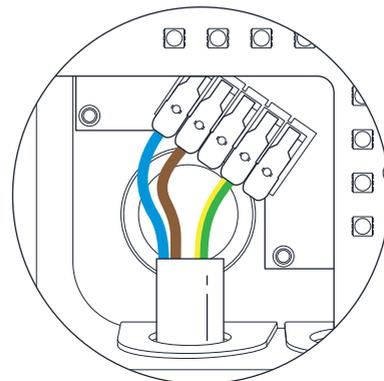

Fig. 8 - La séquence des fils du câble d'alimentation
16. Insérez les conducteurs du câble d'alimentation dans les connecteurs d'entrée montés sur la carte de circuit imprimé et fermez chaque levier des connecteurs. Veillez à ce que les fils soient entièrement insérés dans les connecteurs, aucune partie dénudée des fils ou des torons ne doit être visible (protection électrique contre les contacts directs). Une connexion incorrecte peut entraîner un mauvais contact et un risque d'incendie. **(Fig. 8)**